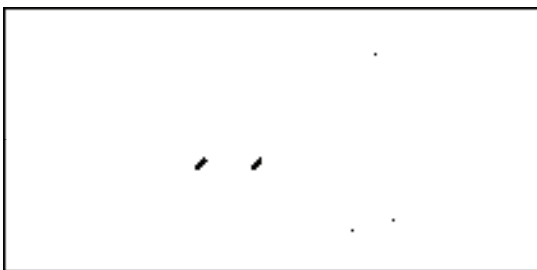

图 14-67 绘制直线
12) 绘制橱柜台面。调用“直线”命令, 绘制直线, 如图 14-67 所示。